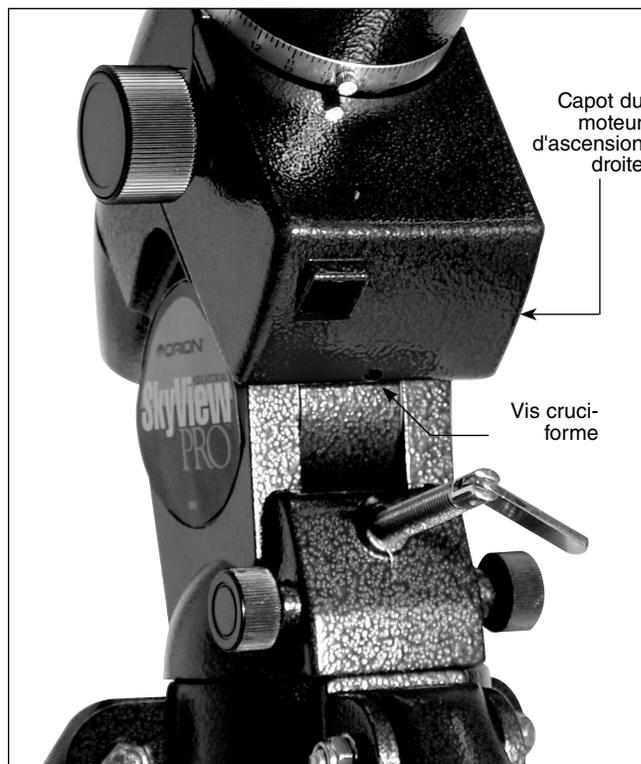

Figure 2. Le capot du moteur d'ascension droite
1. Retirez le capot du moteur d'ascension droite de la monture en desserrant la vis cruciforme en bas du capot (**Figure 2**). Retirez le couvercle de la monture en le faisant glisser.
2. Retirez le capot du moteur d'ascension droite de la monture en desserrant la vis cruciforme en bas du capot (**Figure 2**). Retirez le couvercle de la monture en le faisant glisser.